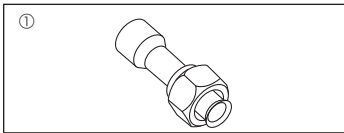

Fig. 1-1
1.6. Dış ünite aksesuarları (Fig. 1-1) (RP200/250)